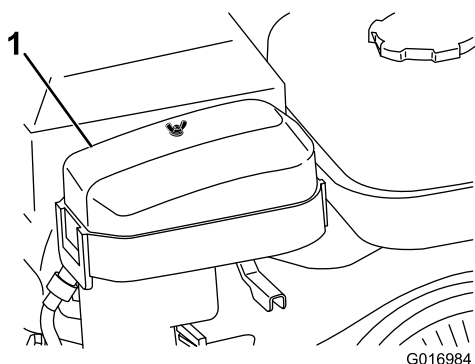

Figura 31
2. Retire a porca de orelhas que fixa a cobertura do filtro de ar e retire a cobertura (Figura 31).